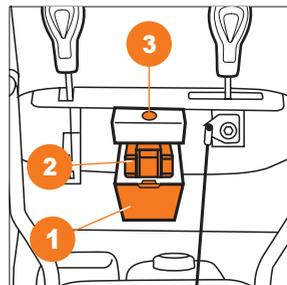
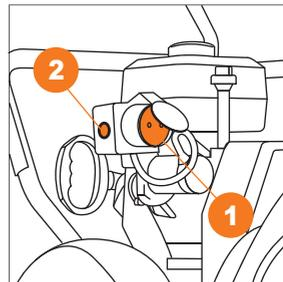

Рис. 32
Рис. 37
- Убедитесь в верном расположении аккумулятора и его контактов установите аккумулятор **2** в разъем, закройте крышку **1**, закрепите её саморезом. При верном подключении загорится подсветка кнопки старта **3** (Рис. 32).
- Модели **S 6060 / 6560 / 7565 / DAST 8565** установите рычаг регулировки оборотов двигателя ③ в крайнее левое положение «MAX». При этом зажигание двигателя включится.
- Модели **DAST 8570 / 9070 / 1080 / 1370 / 1590 / 17110** установите рычаг регулировки оборотов двигателя ③ в крайнее правое положение «MAX». Вставьте ключ безопасности запуска в гнездо ①.
- Закройте воздушную заслонку карбюратора переведите рычаг ④ в крайнее левое положение.
- Заполните топливом поплавковую камеру карбюратора, для этого прокачайте его насосом ② три - пять раз.
- Запустите двигатель, используя ручной стартер ⑥.
- Модель **S 7565** запустите двигатель при помощи электрического стартера от аккумулятора 21В (Рис. 32).
- Откройте крышку ① отсека для аккумулятора.
- Установите аккумулятор ②, убедитесь в верном расположении аккумулятора и соединении контактов, закройте крышку и зафиксируйте её саморезом.
- Нажмите кнопку запуска ③ и удерживайте ее до момента пуска двигателя, не удерживайте кнопку нажатой более 5 секунд, если двигатель не запустился, отпустите кнопку, подождите 5-10 секунд и повторите процесс запуска.
- Подключите сетевой шнур удлинителя к розетке электрического стартера ① (Рис. 37).
- Нажмите красную кнопку запуска ② на корпусе электрического стартера и удерживайте ее до момента пуска двигателя, не удерживайте кнопку нажатой более 5 секунд, если двигатель не запустился, отпустите кнопку, подождите 5-10 секунд и повторите процесс запуска.